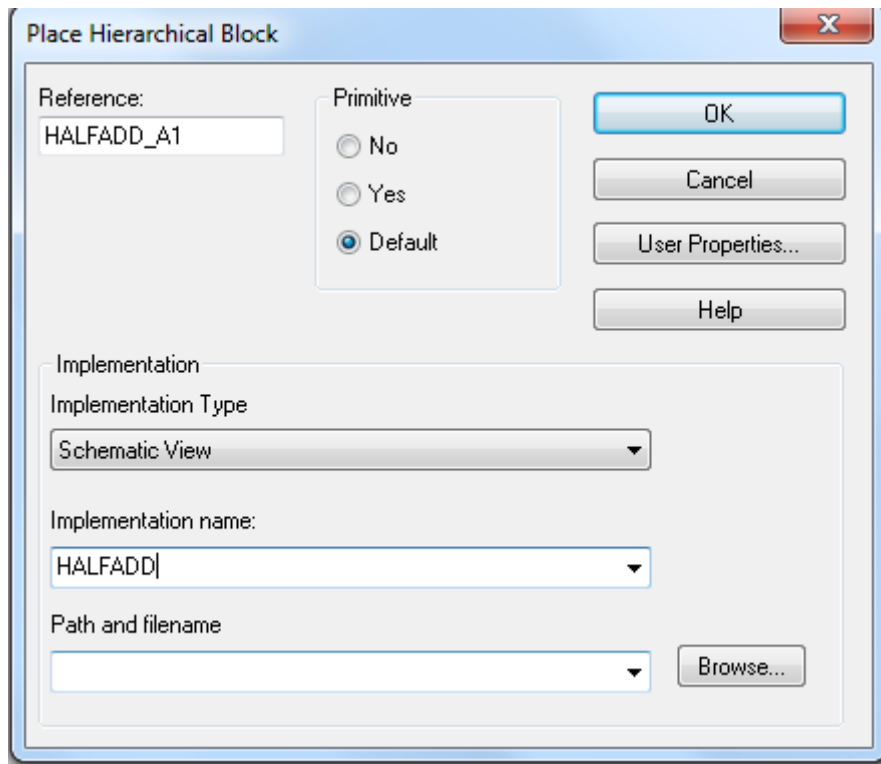

Рис. 18.21. Создание первого иерархического блока
2.2. В диалоговом окне Place выберите Hierarchical Block, укажите ссылку как HALFADD_A1, Тип реализации, имя реализации, как HALFADD, и нажмите OK (рис. 18.21).